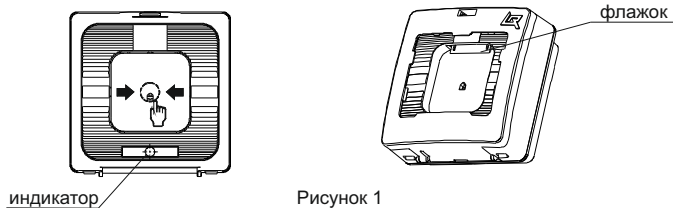

Рисунок 1
- б) нажатие на приводной элемент (кнопку) (Рисунок 1, раздел 8).
5.1 УДП представляет собой адресное устройство, формирующее сообщение о событии при нажатии на кнопку. Выпадающий цветной флажок является визуальным подтверждением нажатого состояния кнопки УДП (Рисунок 1).